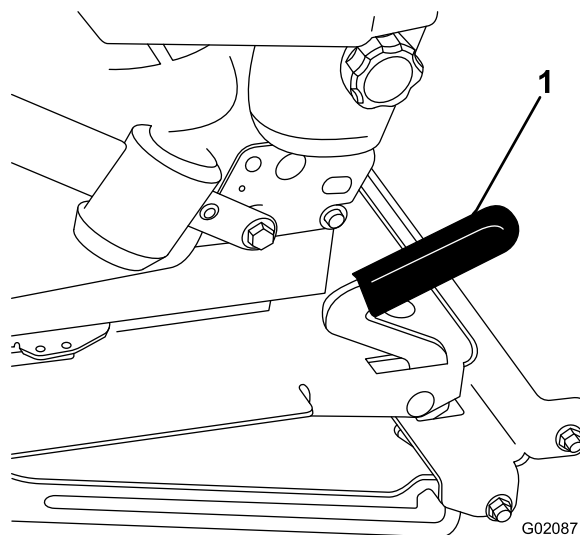

Figure 48
- Tirez le levier de blocage en avant et soulevez-le pour débloquer le siège (Figure 48).